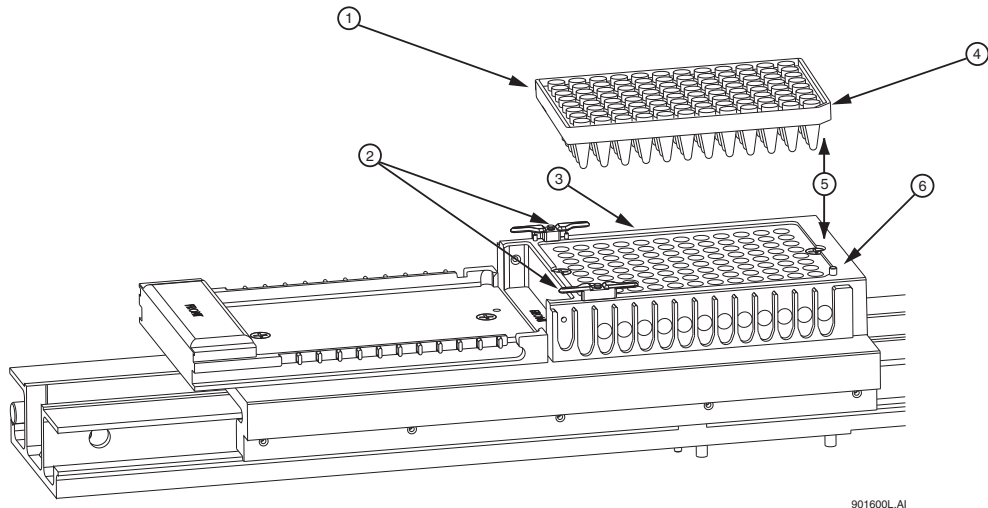

图 9.14 加载样品板
2. 用样品板凹角对齐样品板导销，然后轻轻将板降低到位（图 9.14）。